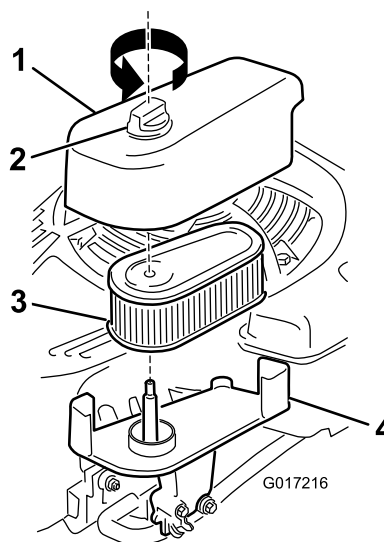

Figura 31
1. Afloje el cierre y retire la tapa del filtro de aire (Figura 31).